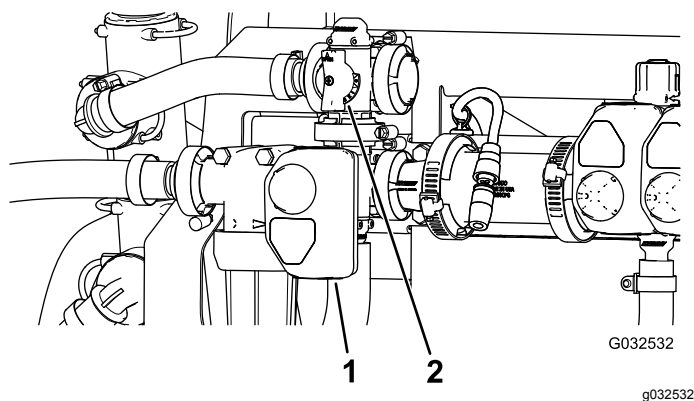

Figura 49
10. Ajuste la válvula de desvío de agitación (Figura 49), situada en la parte trasera de la válvula de agitación, hasta que la presión del sistema de